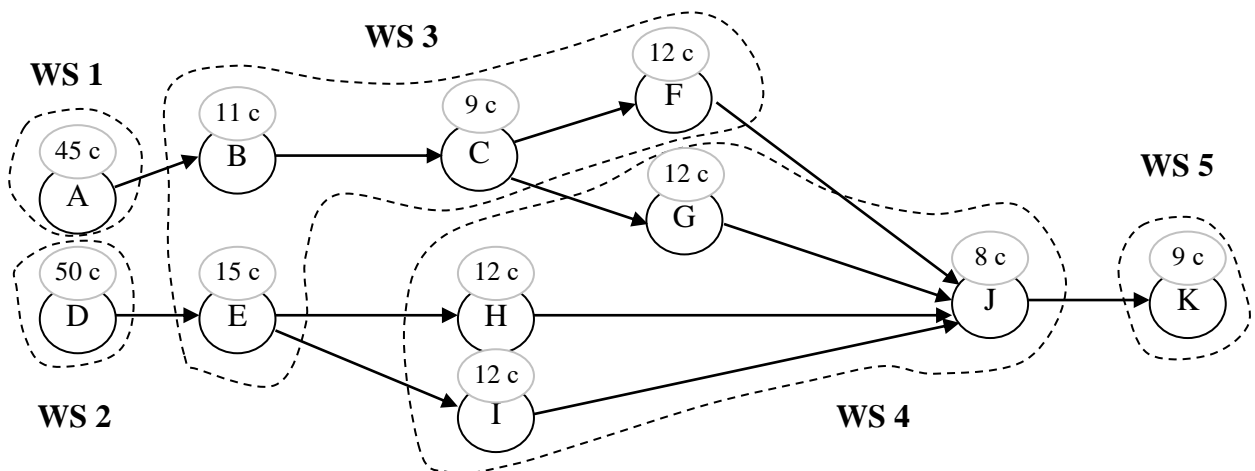

Рис. 2. Граф формування операцій збору візку моделі J, WS – операція (робоче місце)
5. Послідовно, починаючи з елементів A і B, серед елементів з найбільшим числом наступних елементів, **знаходимо найбільш тривалий елемент** і включаємо його в склад операції. Сформовані операції представляємо в табличній формі – табл. 3., і графічній – рис. 2.
Значення ефективності 77% вказує на існування простоїв, тривалість яких для усієї поточної лінії складає 23%. З табл. 3 і рис. 2 видно, що загальний час простоїв складає 57 с., притому 5 операція має максимальний простій – 42,4 с.